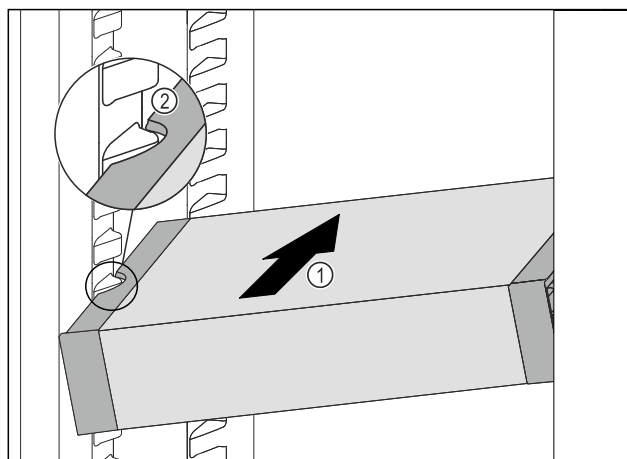

Fig. 196
- Inserire VarioSafe ad angolo nel vano frigorifero Fig. 196 (1), fino a quando le cavità laterali Fig. 196 (2) di VarioSafe non si trovano al livello della nervatura del contenitore nel vano frigorifero.